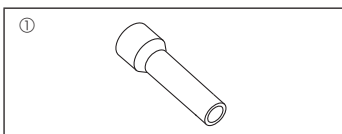

Fig. 1-1
1.6. Accesorios de la unidad exterior (Fig. 1-1) (ZRP200/250, P200/250)